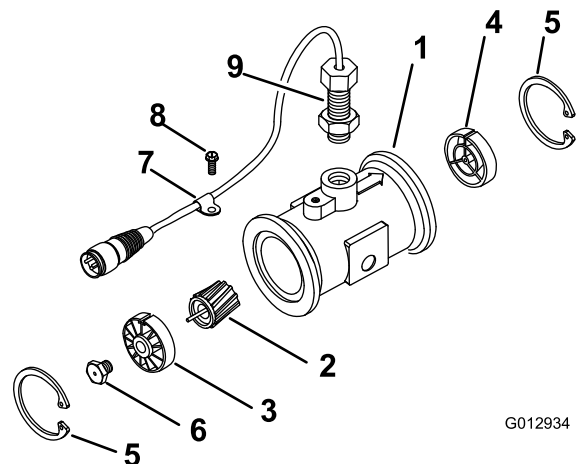

Bild 73
3. Entfernen Sie den Haltering an der vorgeschalteten Seite (Bild 73).